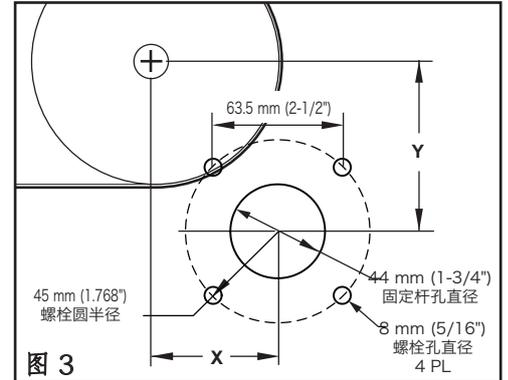

图 3
6. 如果使用提供的螺栓安装清扫器，请根据图 3 标记螺栓的位置。螺栓孔无需位于 10、2、5 和 7 点钟位置。为了便于安装或者如果条件有要求，螺栓孔可沿着固定杆中心线旋转。
7. 在输送机结构的每一侧，沿着固定杆中心位置的标记周围切出一个直径 44 mm (1.75") 的孔 (图 3)。
8. 如果要使用提供的螺栓安装清扫器，请根据螺栓孔图钻出四个 8 mm (5/16") 的螺栓孔 (图 3)。